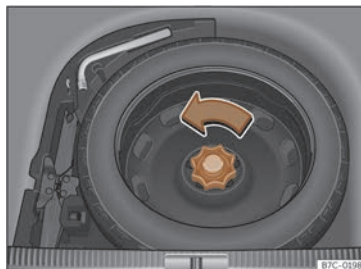

Fig. 227 Dans le coffre à bagages : plancher de chargement soulevé.
- Tournez la molette dans le sens inverse des aiguilles d'une montre»» fig. 227 .